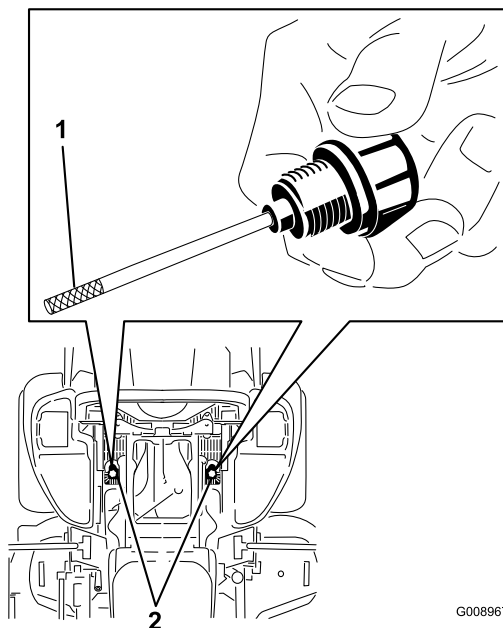

Figura 80
7. Limpie la zona alrededor de las varillas de los depósitos de los sistemas hidráulicos (Figura 80).
8. Retire una varilla del depósito de aceite hidráulico (Figura 80).
10. Retire la varilla e inspeccione el extremo metálico (Figura 80). EL nivel debe estar dentro de la sección moleteada. Si el nivel de aceite es bajo, vierta lentamente en el depósito hidráulico sólo la cantidad de aceite suficiente para que el nivel llegue a la sección moleteada.